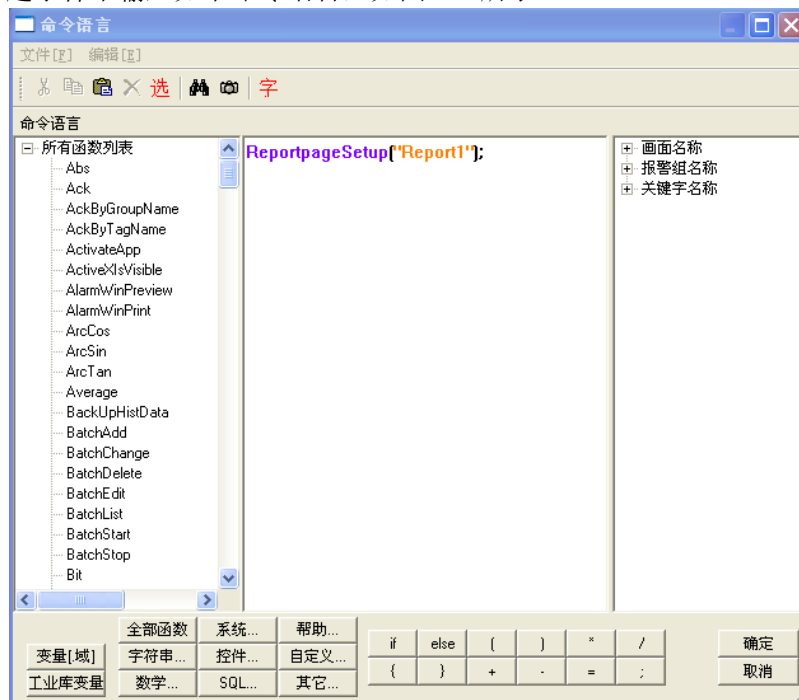

图 8-9
- 2、在按钮的弹起事件中输入如下命令语言，如图 8-9 所示。